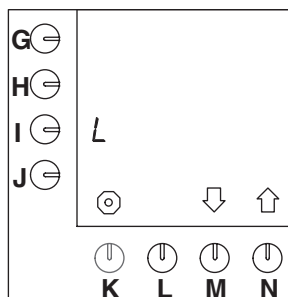

Fig. 22 Unité par défaut = L (litres)
- Il s'agit du paramètre par défaut (fig.22).